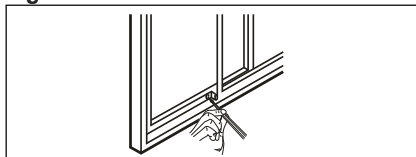

Fig. 22
7. Pentru a fixa geamul culisant, prindeți un dispozitiv de blocare a canatului cu un șurub de 1/2" (12,7 mm) exact ca în imagine (Fig. 22).